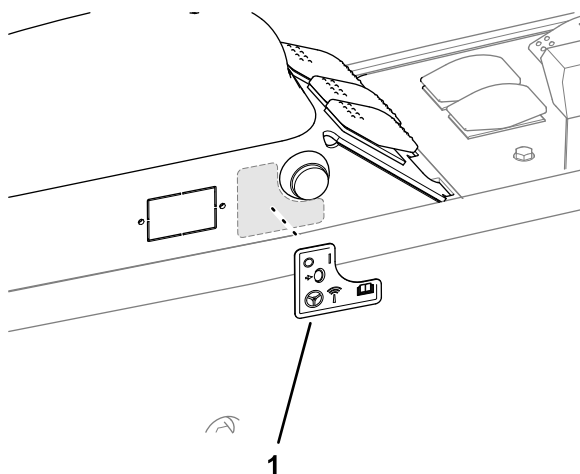

Figura 111
6. Coloque la calcomanía de activación remota de AutoSteer en el panel del brazo como se muestra en la Figura 111.